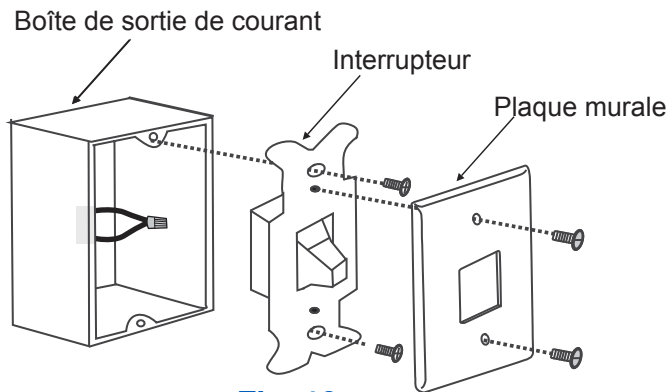

Fig. 19
Étape 1. Retirez la plaque murale existante et l'ancien interrupteur de la boîte de sortie de courant murale. (Fig. 19)